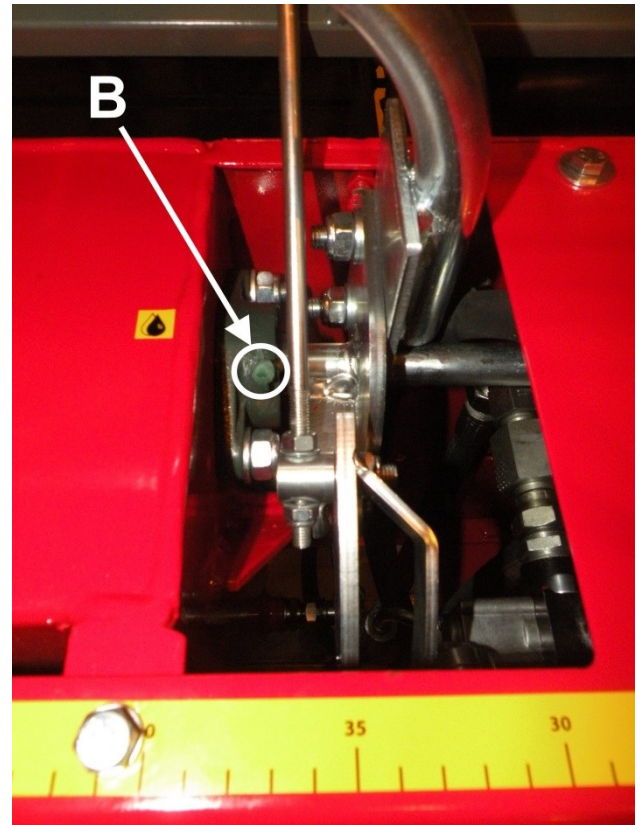

Bild 31.
2. Nippel för sågaxelns vänstra lager B (bild 31).